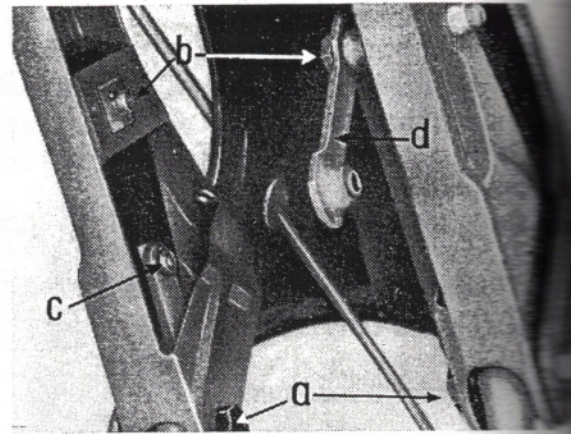

Abb. 73 Befestigung der Gummibänder und Lagerung der Schwingarme
3. Die Sechskantschraube „a“, Abb. 73, M 8×60 der Schwingarmlagerung aus der Gabel herausziehen bzw. mit einem Dorn herausschlagen.
5. An der linken Gabelseite, wie aus Abbildung 73 ersichtlich, die Sechskantschraube „b“ M 6×45 zur Lagerung der Gegenhalterlasche „d“ nach Abschrauben der Spring-Stop-Hutmutter, zusammen mit dem Abstandsrohr und der Gegenhalterlasche herausziehen.